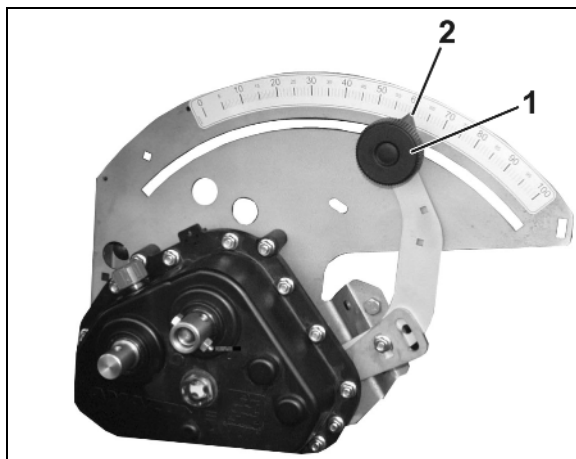

Рис. 77
5. Ослабьте фиксатор (Рис. 77/1) рычага редуктора.
6. Установите указатель рычага редуктора (Рис. 77/2) в одно из следующих положений:
7. Затяните фиксатор (Рис. 77/1).